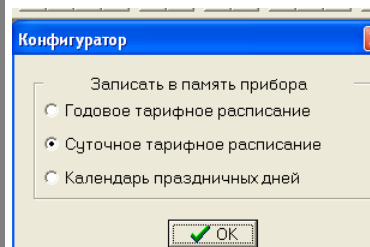

Рис.23
2. нажать кнопку «Записать в счетчик ». При этом на экране монитора появится диалоговое окно «Записать в память прибора» (рис.23);